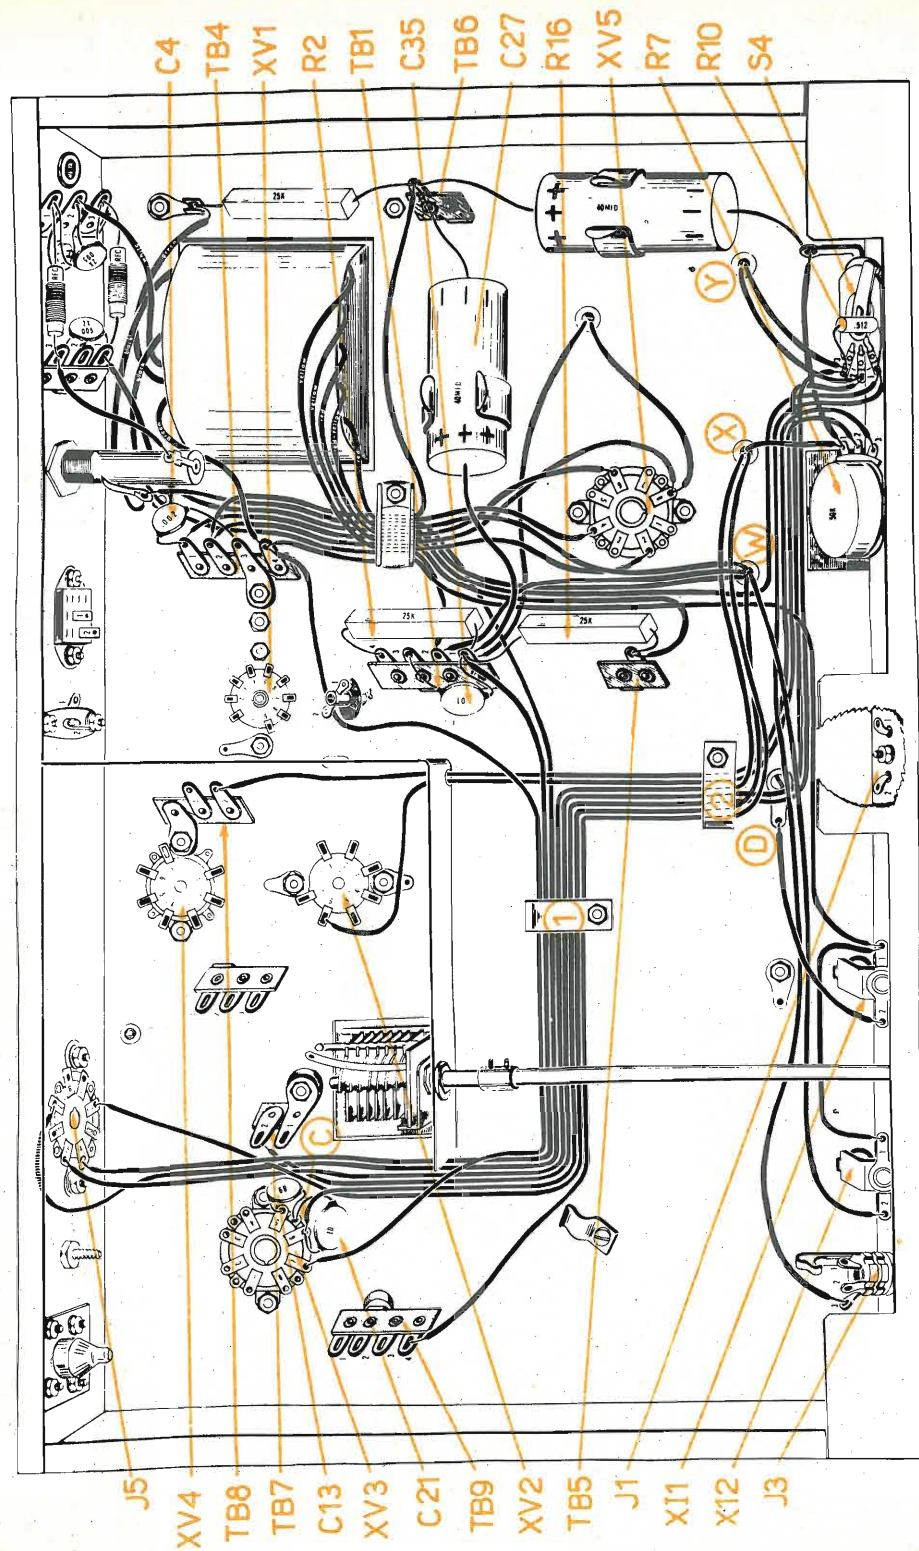
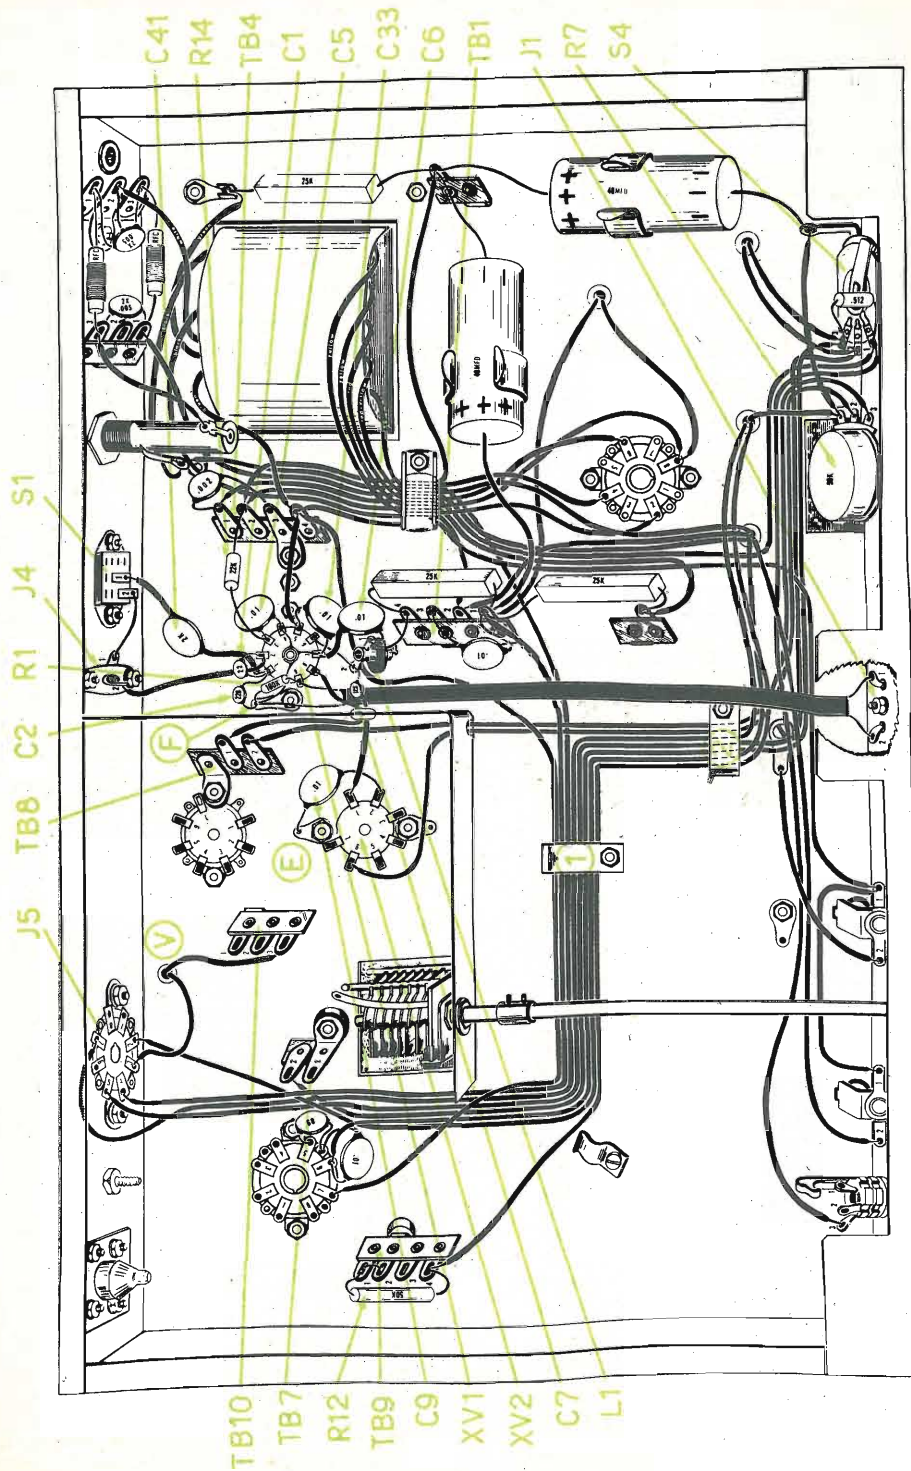

Fig. 5 - Cablaggio dello chassis (2ª fase).
Fig. 6 - Cablaggio dello chassis (3ª fase).
- 17 - Raccorcire gli estremi del resistore R17 da 25 k $\Omega$ , 10 W a 3 cm. Connettere un estremo al terminale di massa « A » (S2) l'altro a TB6 (C).
- 18 - Raccorcire i terminali di C28 da 40  $\mu$ F, 450 V a 5 cm. Connettere il terminale positivo (+) a TB6 (C) ed il negativo (-) al terminale di massa « B » (C) ancorato sotto S4.
- 19 - Connettere un pezzo di filo nero da 10 cm. tra l'ancoraggio di massa sotto S4, « B » (S2) ad R7-1 (C).
- Fig. 5**
- 1 - Connettere un estremo di uno spezzone di filo giallo lungo 43 cm. a S4B-2 (C). Far correre il filo lungo lo chassis e piegarlo ad angolo retto prima del fissa-cavi metallico 2; piegarlo ancora ad angolo facendolo passare sotto il fissa-cavi 1. Piegarlo ancora una volta ad angolo retto, indi ancorarlo a TB7-2 (C).
- 2 - Raccorcire entrambi i terminali di un condensatore ceramico a disco da 0,01  $\mu$ F (C21), a 1,5 cm. Connettere da XV3-6 (C) al terminale di massa « C » (C) presso XV3.
- 3 - Raccorcire entrambi i terminali di un condensatore a disco, ceramico da 68 pF, (C13); a 1 cm. Connetterlo da XV3-5 (C) a massa mediante il terminale « C » presso XV3 (S2).
- 5 - Dal gommino « Y » connettere il filo rosso sporgente a S4B-3 (C) ed il nero a S4B-2 (S2).
- 6 - Tagliare i terminali di R10 da 0,512  $\Omega$  a 1,5 cm. Connetterlo da S4B-1 (C) a S4B-3 (S3).
- 7 - Connettere un cavetto marrone lungo 29 cm. da S4B-1 (S3) a J3-3 (C).
- 8 - Connettere un cavetto azzurro lungo 30 cm. ad R7-2 (S1) ed un cavetto rosso di pari lunghezza ad R7-3 (S1). Fare scorrere entrambi i conduttori parallelamente al fronte del pannello come da fig. 5. Piegarli i conduttori ad angolo retto e farli passare sotto il ferma-cavi 2. Inserirli nel foro semicircolare praticato sotto lo schermo inferiore ed ancorarli rispettivamente: il rosso a TB8-2 (C) e l'azzurro a XV2-6 (C).
- 10 - Dal gommino « X » fare scorrere lungo il telaio i cavetti marrone ed arancione facendoli passare, dopo piegatura ad angolo retto, sotto il ferma-cavo 2. Piegarli ancora ad angolo retto sino ad 1. Da ultimo, piegare ancora il cavetto marrone e fissarlo ad J5-5 (C). Ancorare invece a TB9-4 (C) il cavetto arancione.
- 11 - Dal gommino « W » portare il conduttore violetto sotto il fissa-cavi 2, piegarlo ad angolo retto, farlo passare sotto 1, piegarlo ancora ad angolo retto ed ancorarlo a J5-2 (C).
- 12 - Connettere un estremo di cavetto rosso lungo 30 cm. a TB1-1 (C). Farlo scorrere sotto il passa-cavi 1, piegarlo ad angolo retto e connetterlo a J5-4 (C).
- 13 - Connettere un cavetto da 36 cm. di filo verde a TB4-4 (C). Farlo scorrere sotto 1, piegarlo ad angolo retto e connetterlo a XV3-7 (C).
- 16 - Connettere un cavetto nero lungo 7,5 cm. dal terminale di massa « D » (C) a X11-2 (S1).
- 17 - Raccorcire i terminali del resistore R16, da 25 k $\Omega$ , 10 W; a 2 cm. Isolarli con tubetto da 1,5 cm. e connettere da TB5 (S2) a TB1-1 (C).
- 19 - Raccorcire entrambi i terminali di un condensatore da 0,01  $\mu$ F ceramico, a disco, a 2 cm. Connettere da TB1-1 (C) a TB1-3 (S1).
- 20 - Raccorcire i terminali del resistore R2 da 25 k $\Omega$ , 10 W, a 2 cm. e connetterli da TB1-4 (C) a TB1-1 (C).
- 22 - Raccorcire entrambi i terminali del condensatore a disco, ceramico C4 a 2 cm. Connettere da TB4-1 (C) a TB4-3 (S1).
- Fig. 6**
- 1 - L1 è un'impedenza da 18  $\mu$ H con regolazione a nucleo, preventivamente montata sullo chassis presso XV1. Il supporto dell'impedenza deve essere orientato in modo che uno dei suoi terminali di ancoraggio venga a disporsi vicino a TB1 ed il secondo al piedino 6 di XV1. Chiamati i terminali: quello prossimo a TB1, L1-1; l'altro L1-2, connettere 1 cm. di conduttore nudo da TB1-4 (S2) a L1-1 (C). Unire il secondo sempre con filo nudo, a XV1-6 (S1).
- 2 - Raccorcire i terminali di un condensatore a disco ceramico (C9) a 2 cm. Ricoprirli con tubetto isolante per 1,5 cm. Connettere un terminale a XV2-2 (C), l'altro all'ancoraggio di massa « E » (C).
- 3 - Tagliare a 21,5 cm. la piattina da 300  $\Omega$  a corredo della scatola di montaggio. Da un estremo togliere la parte interna della piattina sino a 3,2 cm. Lasciare i due conduttori fasciati dall'isolante. Togliere l'isolante per 6 mm. ad uno dei due conduttori. (Questa trecciola andrà ancorata al terminale di massa « F » (C). Raccorcire l'altro conduttore dalla stessa parte, di circa